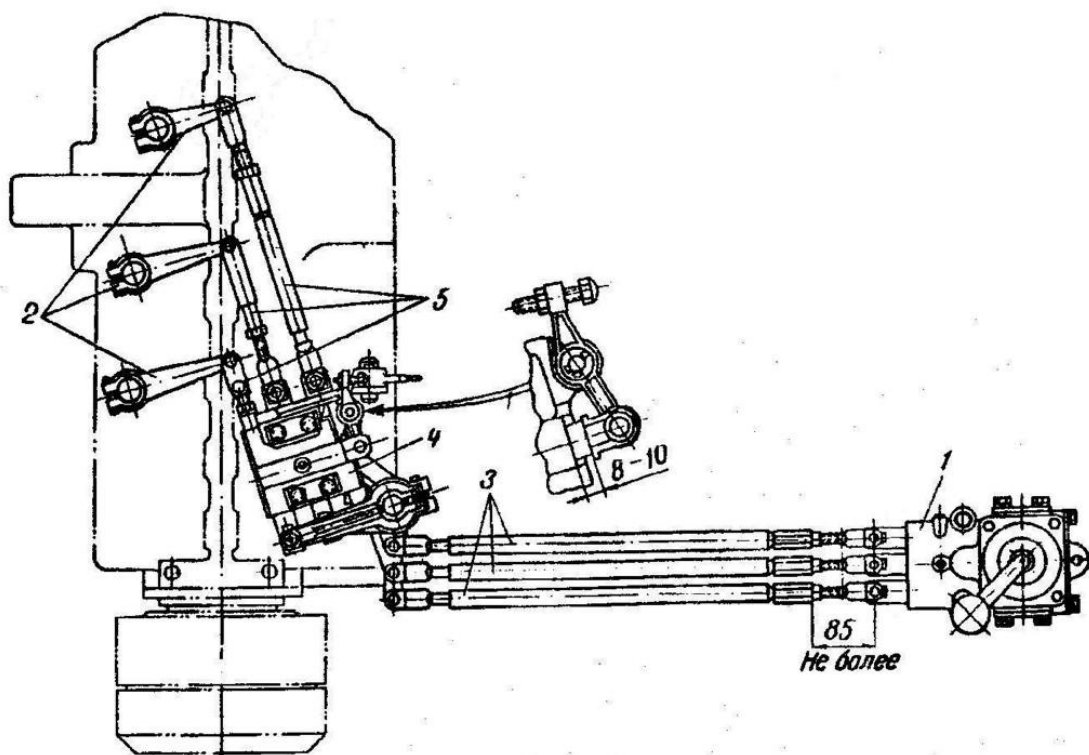

Рисунок 49 – Регулировка привода управления главной передачи:
- отсоединить продольные тяги 3 (рисунок 49) от нижних рычагов вертикальных валиков и короткие тяги 5 от рычагов механизмов переключения передач;